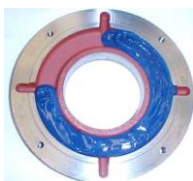

Figura 7.2: Anel de fixação externo do mancal
- Preencher $\frac{3}{4}$ do depósito dos anéis de fixação interno e externo com a graxa recomendada (Figura 7.2) e lubrificar o rolamento com quantidade suficiente de graxa antes de montá-lo;